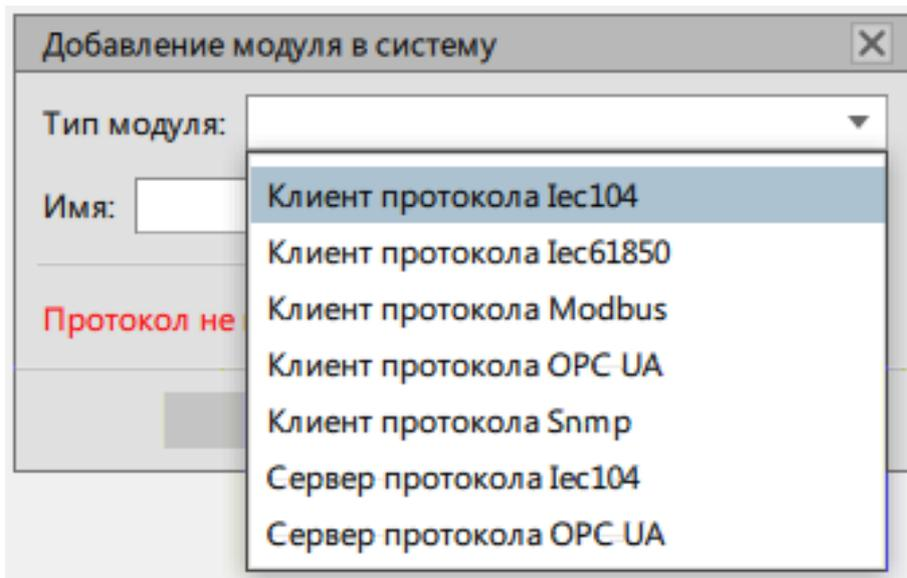

Рисунок 184 - Клиент протокола Iec104
14. Выберите модуль **Клиент протокола Iec104** и нажмите **ОК** (Рисунок 184).